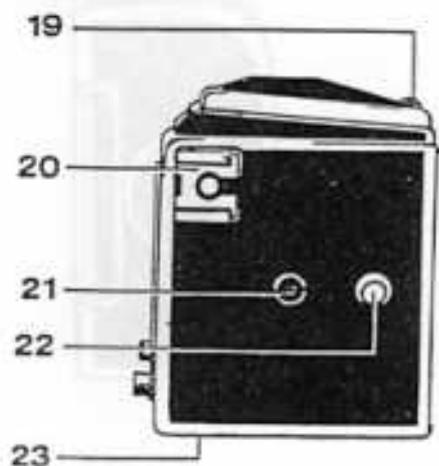

Fig. 3
V. fig. 3 (corpo macchina, visto da sinistra)